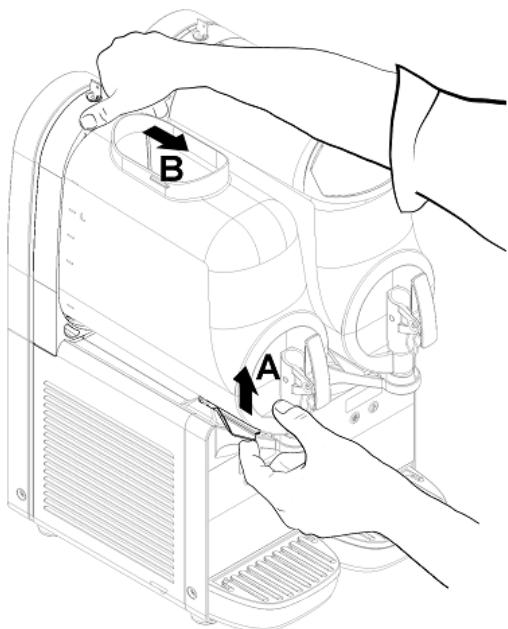
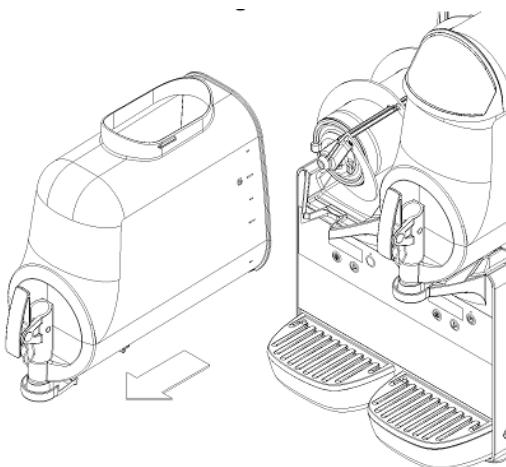

Рисунок 3
Рисунок 4
- Чтобы снять емкость, нажмите на рычаг вверх (см. рисунок 3), а затем снимите емкость (см. рисунок 4).